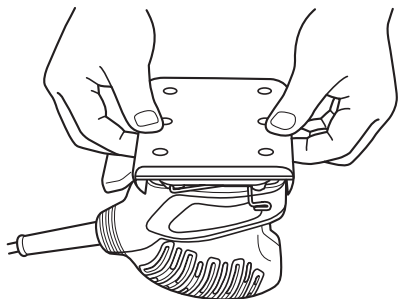

Fig. 8
- Poner la lijadora con su almohadilla hacia arriba como se muestra en la Fig. 8. Poner el papel de lija sobre la almohadilla de forma que sus centros queden alineados y doblar ambos extremos del papel de lija en un ángulo de 90°.